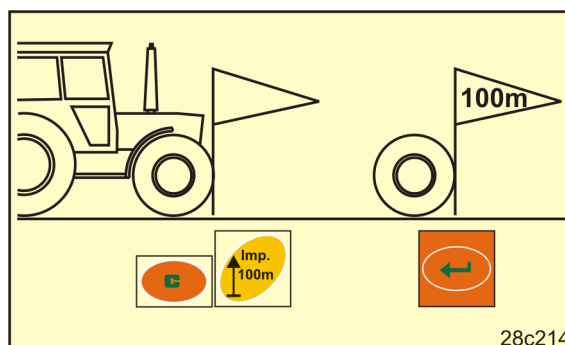

Рис. 26
2. Установите трактор в исходное положение (Рис. 26), а сеялку – в рабочее положение (по обстоятельствам прекратите дозирование посевного материала).